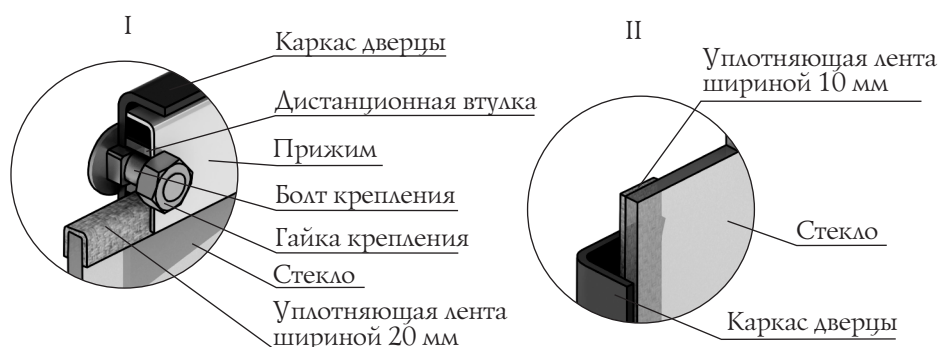

Рисунок 14. Крепление светорозрачного экрана дверцы модели «Витра»
1. Открутите две гайки, фиксирующие прижим (рисунок 14.I), и демонтируйте его и дистанционные втулки.
3. Возьмите новое стекло, если на нем нет уплотняющих лент, наклейте их: лента шириной 20 мм наклеивается сверху и снизу стекла «П»-образно (рисунок 18.I), лента шириной 10 мм наклеивается вертикально, вдоль боковых сторон стекла (рисунок 14.II).
4. Вставить стекло в упор, при этом лента наклеенная с боковых сторон (вертикальная) должна быть зажата между стеклом и каркасом дверцы (рисунок 14.II).
**ВНИМАНИЕ!** Гайки крепления прижим накручиваются на болты крепления через дистанционные втулки (рисунок 14.I).